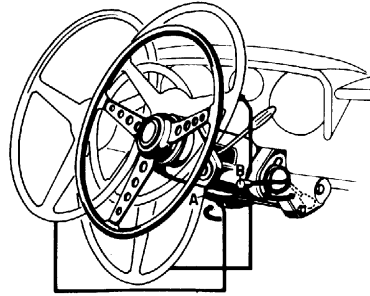

Fig. 15
- 33) **Manopola regolazione posizione volante in profondità** (fig. 15). La regolazione si effettua allentando la manopola A; effettuata la regolazione riavvitare la manopola.
- 34) **Leva regolazione inclinazione volante:** spostare all'indietro la leva B di fig. 15; effettuata la regolazione riportare la leva nella posizione iniziale.
33. **Bouton de réglage de la position du volant en profondeur** (fig. 15). Le réglage s'effectue en déserrant le bouton A; une fois le réglage effectué, revisser le bouton.
34. **Levier de réglage inclinaison du volant;** déplacer à l'arrière le levier B de la fig. 15; une fois le réglage effectué, ramener le levier dans sa position initiale.
33. **Knob for steering column adjustment** (Fig. 15). Adjust after slackening off the knob A; after adjustment, tighten up knob again.
34. **Lever for adjustment of steering wheel angle;** to adjust, take the lever B (Fig. 15) backwards. After adjustment, return the lever to its original position.
33. **Kugelgriff zur Positionregulierung des Lenkrades** (Abb. 15). Die Regulierung erfolgt durch Loesen des Griffes A; nach durchgefuehrter Regulierung den Griff wieder festschrauben.
34. **Hebel zur Einstellung des Neigungswinkels des Lenkrades:** den Hebel B (Abb. 15) nach hinten versellen; nach durchgefuehrter Einstellung, den Hebel in die Anfangsstellung zurueckbringen.